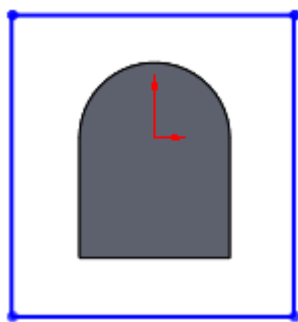

图 10-125 绘制矩形
④绘制另一个草图。单击图 10-125 所示的拉伸实体的一个面作为基准面，然后单击“草图”工具栏中的“边角矩形”按钮, 绘制一个矩形。矩形要大于拉伸实体的投影面积，如图 10-125 所示。